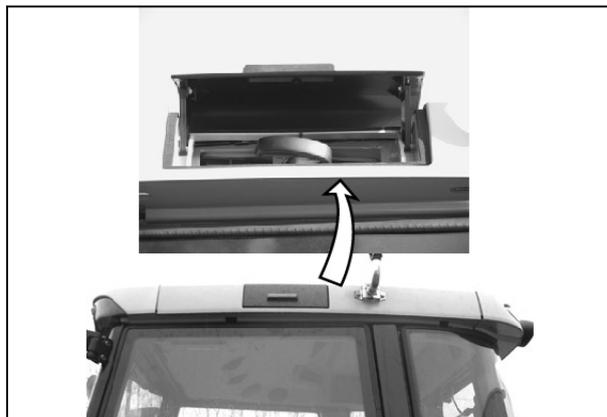

Fig. 2.
1. Para acceder al filtro de aire de la cabina, abra la trampilla colocada en el lado izquierdo del techo de la cabina vea Fig. 2.